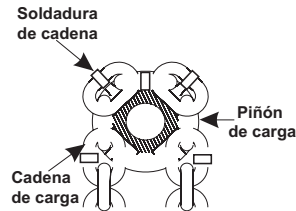

fig.3
5. Instale la cadena haciendo correr un trozo de alambre o cuerda entre el rodillo de guía de la cadena y el piñón de carga y luego sobre y alrededor del piñón de carga. Ate la cadena al alambre o al hilo y tire de él en el polipasto de modo que el primer eslabón quede sobre el borde en una de las ranuras del piñón de carga, con la soldadura alejada del piñón (ver fig.3). Accione el polipasto en la dirección hacia arriba, tirando alrededor de un pie de cadena alrededor del piñón y sacando el polipasto. Retire el pasador de la clavija del pasador del extremo suelto y deslice el pasador hacia un lado. Tire del extremo de la cadena debajo del rodillo de guía de la cadena y enganche el último eslabón sobre el pasador del extremo flojo, asegurándose de que la cadena no esté torcida. Deslice el perno del extremo suelto de nuevo en su posición e instale el pasador de clavija a través de él.